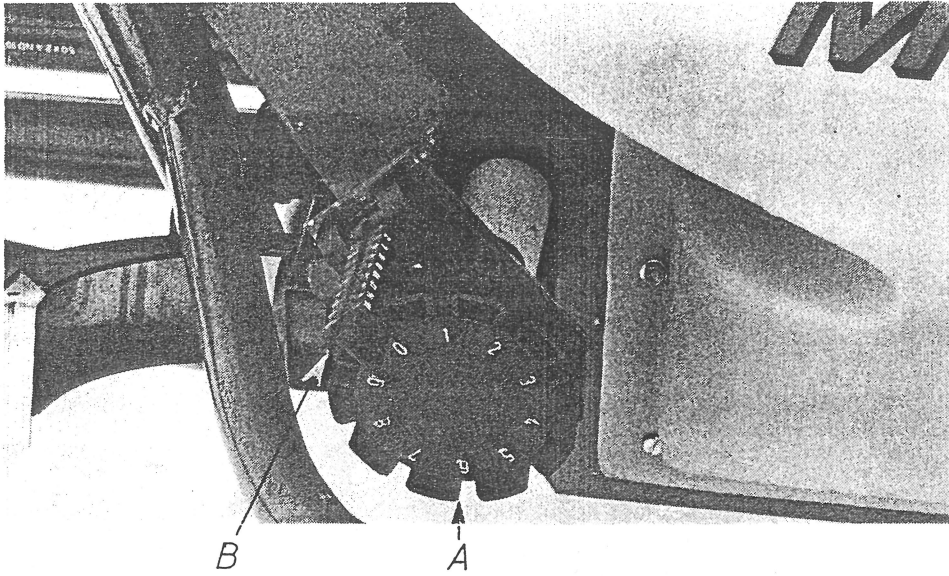

Fig 4
Från såtabellen utläses det inställningsvärde som motsvarar den valda körhastigheten och den önskade givans storlek. Dethär inställningsvärdet ställes in med rattarna (A bild 4) bak på maskinen. Det är att observera att skalan på rattarnas lås-klauff B ger inställningsvärdets heltal medan siffrorna på ratt-locket ger inställningsvärdet i decimaler.
- Innan spridningen påbörjas kontrollera att reglerrattens lås-klauff är i låst läge (B bild 4). Kontrollera också att fjärrreglagekabeln är inställd så att klokopplingen drar när fjärrreglagets spak är i sitt bakersta läge och att spaken är i mellanläge när vänstra matningsmekanismen är fri och högra sidan drar.